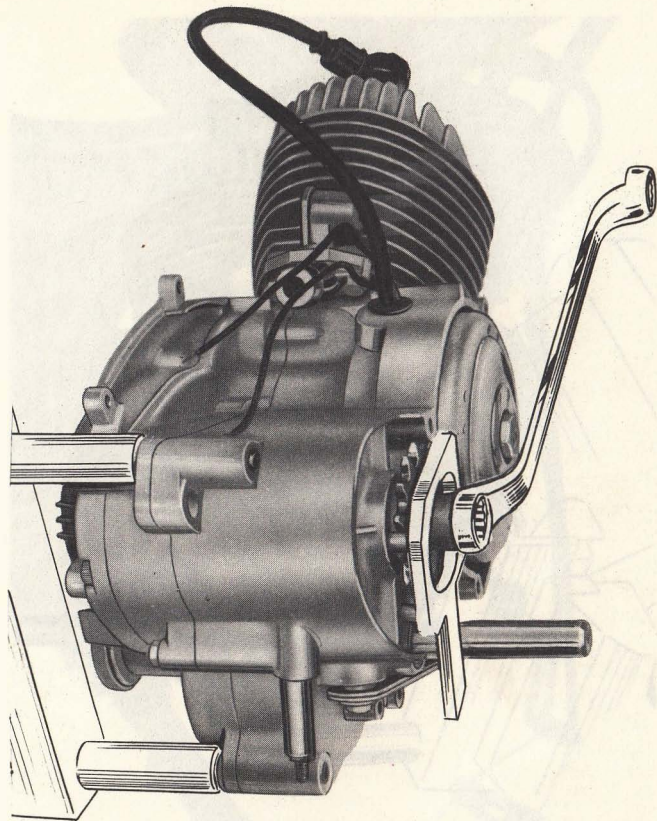

Fig. 10 - Come si smonta il dado di bloccaggio pignone catena
- 1) Svitare il dado di bloccaggio, tenendo fermo il pignone catena mediante l'apposito attrezzo 43911800 inserito fra i denti (vedere fig. 10).